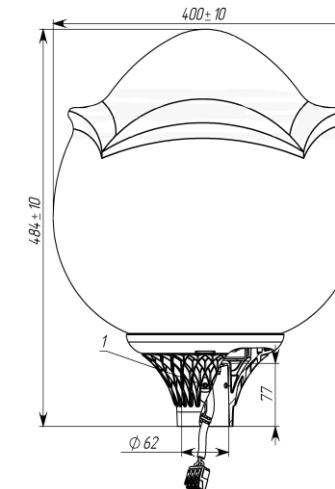
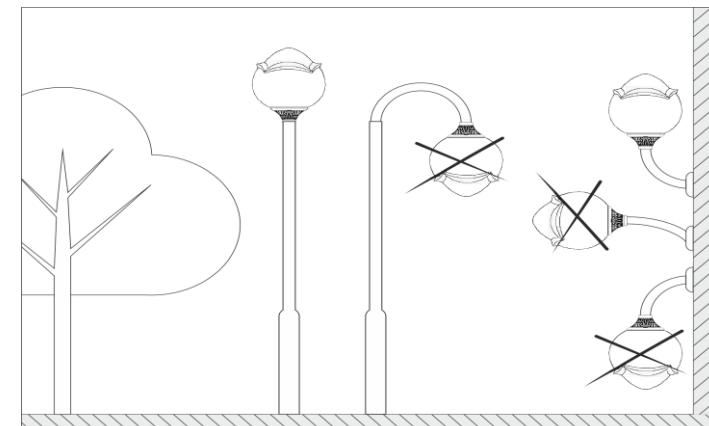

Рисунок 2
Рисунок 3
2.1 Светильники торшерные серии GALAD Адонис LED-40 (Рисунок 2) предназначены для функционально-декоративного освещения парков, скверов, бульваров, зон отдыха, территорий микрорайонов, коттеджных посёлков.
5.1 Светильник устанавливают на трубу диаметром 50...60 мм **рассеивателем вверх** (Рисунок 3) «Разрешенные пространственные положения установки светильника Адонис LED» и закрепляют тремя болтами M6 (поз.1 Рисунок 2) с усилием затяжки 3,5 – 4 Н·м.